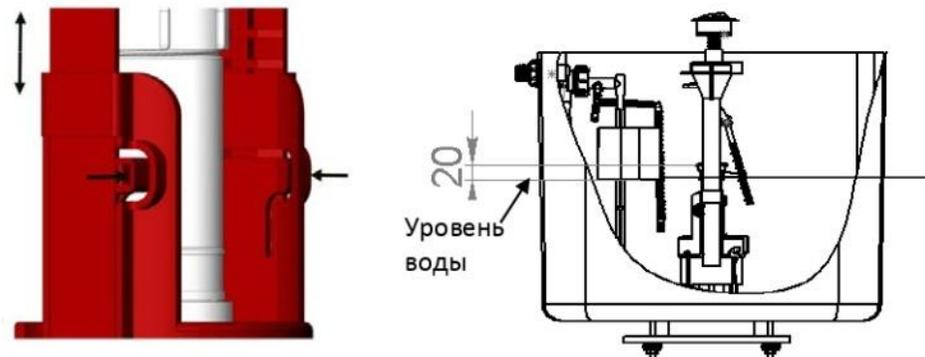

Рис. 4
11.1. Чтобы отрегулировать клапан выпуска по высоте, необходимо отсоединить тягу 8, от хомута 10. Затем нажать на фиксаторы опоры 15 и перемещением стойки 9 вверх-вниз (см. рис. 4) добиться необходимого зазора